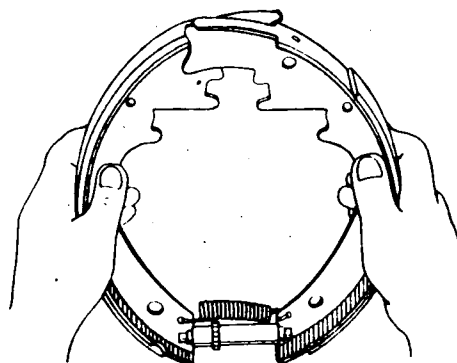

Fig. 6
- a Arme o conjunto formado pela sapata, parafuso de regulação e mola do parafuso de regulação (fig. 6).